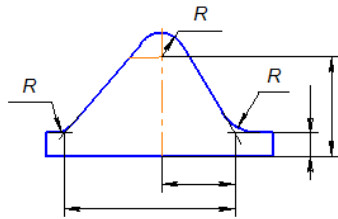

Рис.1.11
13. Если надо показать координаты вершины скругляемого угла или центра дуги скругления, то выносные линии проводят от точки пересечения сторон скругленного угла или от центра дуги скругления (рис. 1.11)